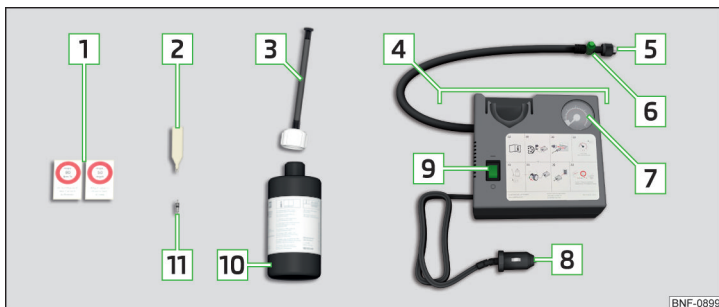

Fig. 316 Descrierea setului de pană
- › Montați cheia de ventil **2** » **fig. 316 la pagina 288** pe ventil, astfel încât ventilul să intre în fanta cheii de ventil.
- › Înșurubați bine furtunul de umplere **5** » **fig. 316 la pagina 288** pe ventil. ▶